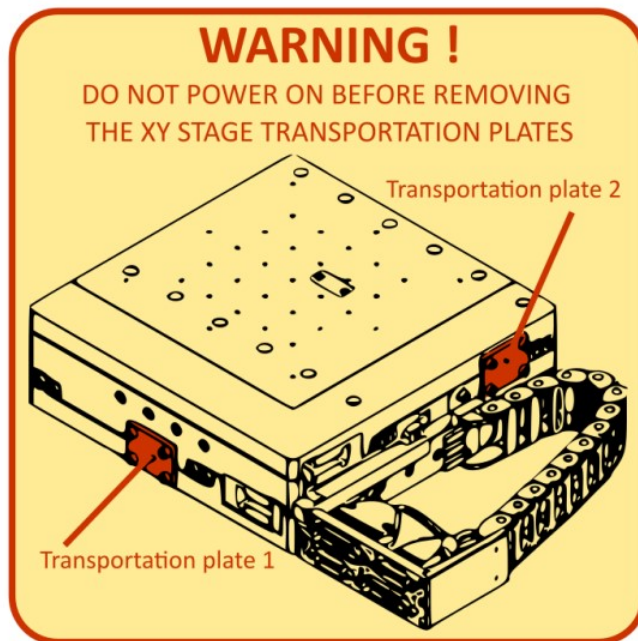

图 12 -固定法兰位置
4. 拧下位于运动区域右侧和后部的两个法兰(每个法兰 4 个六角 M4 螺钉)(图 12)。